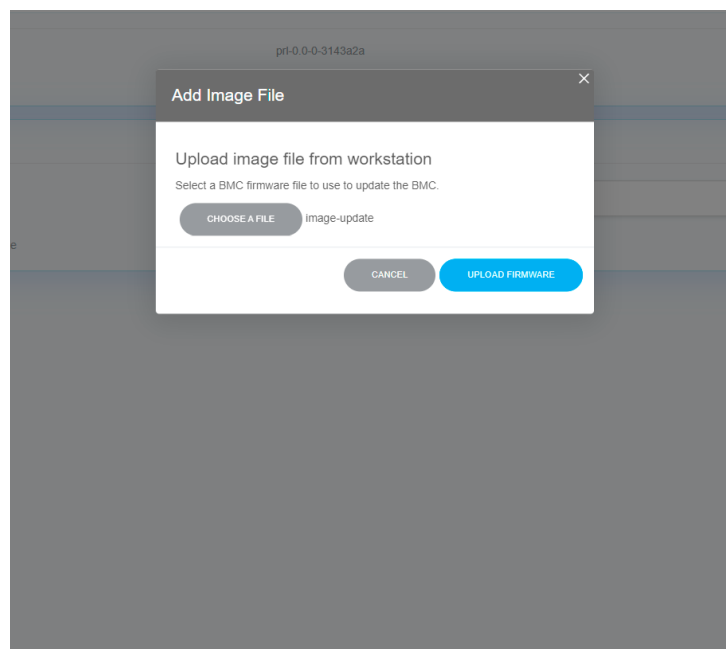

Рис. 98. Окно с активной кнопкой «UPLOAD FIRMWARE»
- 5) Нажмите на кнопку «UPLOAD FIRMWARE». Окно показано на рис. 98 Окно с активной кнопкой «UPLOAD FIRMWARE»